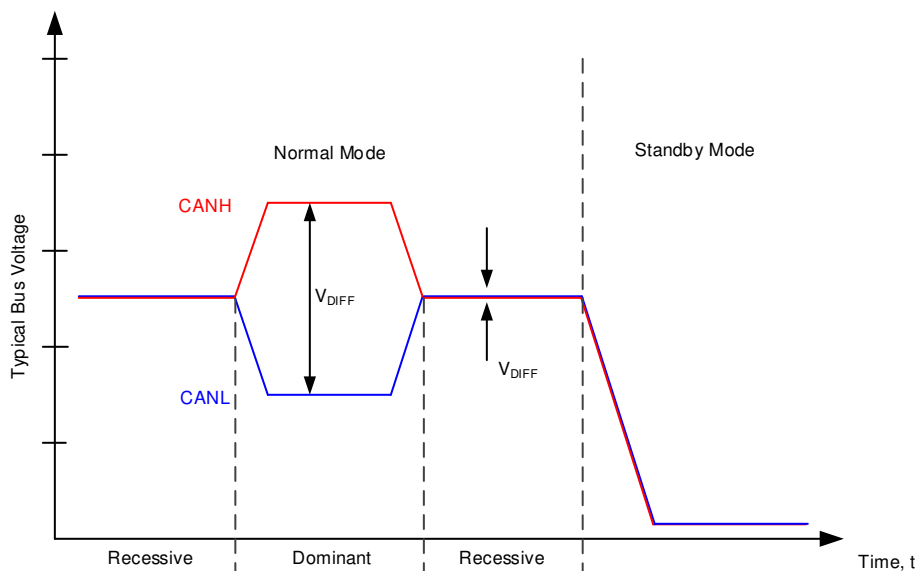

図 7-13. バスの状態
(1) x = 無関係です
(2) バスの状態と一般的なバス電圧については、図 7-13 を参照してください
CAN バスの動作時には、リセッスブとドミナントの 2 つの論理状態があります。図 7-13 を参照してください。